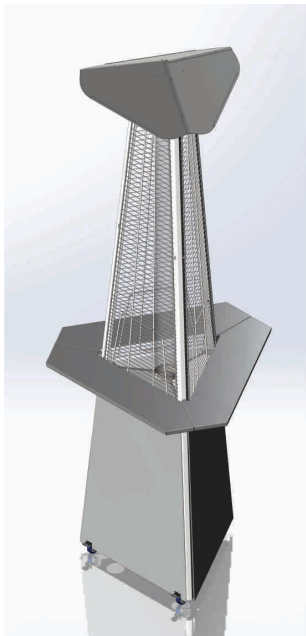

Рис. 22
10. установите на места боковые и главную крышки. Затяните винты, фиксирующие боковые крышки. Сборка завершена (Рис. 22)